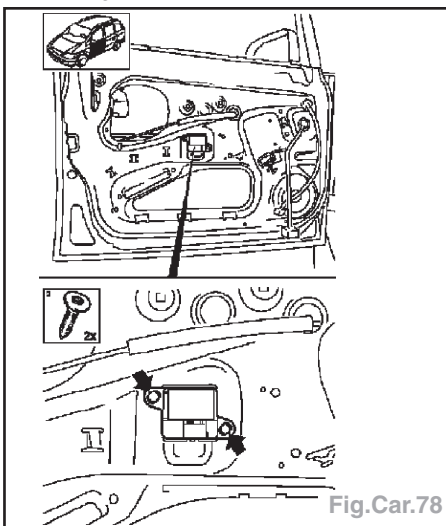

Fig.Car.78
- Déverrouiller la fiche et déposer le capteur (Fig.Car.78).